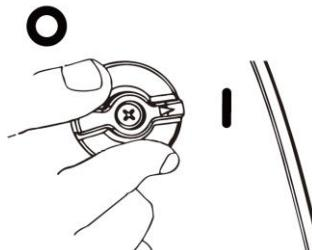

Рисунок 5
- Откройте топливный кран (Рисунок 5)